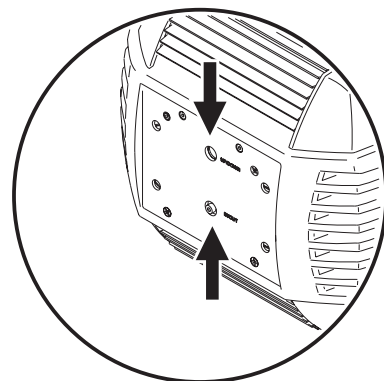

Figure 4: Tornillos de ajuste de lámpara
- 2 Centrar la parte más luminosa del haz verticalmente utilizando el tornillo allen (el superior) de ajuste en el centro de la placa trasera. (Ver Figure 4.) Si existe una concentración significativa de luz, girar el tornillo de ajuste (el inferior) en sentido contrario a las agujas del reloj hasta que la luz esté perfectamente distribuida en todo el haz. Si la luz es más brillante en la parte exterior del haz que en el centro, o si la potencia luminosa es baja, girar el tornillo de ajuste inferior en sentido de las agujas del reloj hasta que la luz sea brillante y perfectamente distribuida.